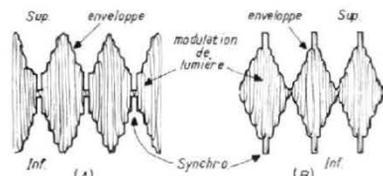

FIG. 5.
Pour les émissions des standards F et B le signal MF image, associé à la synchronisation se présente selon la forme (A) figure 5 ou la modulation de lumière est de polarité positive avec les blancs à 100 % de modulation et les noirs à 25 %, la synchro étant négative entre 0 % et 25 %.
est positive entre 75 % et 100 % comme le signal (B) de la figure 5.
Si l'on veut une VF comme l'enveloppe supérieure « SUP » du signal A (standards F et B) il faut obligatoirement que dans le cas de la réception en standard E, on obtienne l'enveloppe inférieure « INF » du signal B de la figure 5.
Lorsque la commutation de polarité de modulation de lumière s'effectue sur la détectrice image comme indiqué sur les figures 5, 6 et 7, la VF ne pose pratiquement aucun problème.
Soit le cas des standards F et B. Reportons nous à la figure 5 (A). La sortie de la diode étant sur l'anode, on obtient, sur la base de  $Q_1$ , l'enveloppe intérieure du signal (A) ce qui donne le signal N. Comme c'est le signal P qu'il faut au point 34, on prendra la sortie inverseuse, sur le collecteur, point 32, donc, pour les standards F et B, contact 32-34. Pour le standard E, le signal MF a la forme (B) figure 5 ce qui donne sur la base de  $Q_1$  un signal P et  $Q_1$  ne doit pas inverser donc sortie sur l'émetteur et contact 33-34.